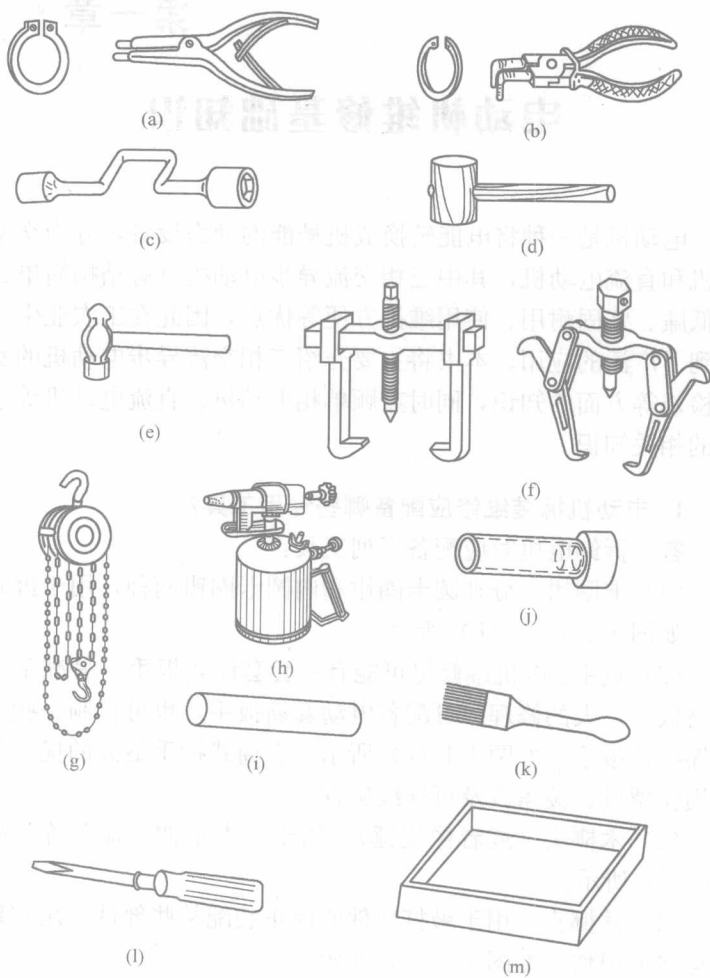

图 1-1 电动机拆装用工具
(1) 卡圈钳。分外圆卡圈钳和内圆卡圈钳两种，用于拆卸卡圈，如图 1-1 (a)、(b) 所示。
(2) 扳手。电机维修尽可能有一套套筒式扳手，另准备一些活络扳手。大的修理厂可配备电动套筒扳手，也可自制一些专用的摇把式扳手，如图 1-1 (c) 所示。套筒式扳手最大的优点是易于损伤螺母、棱角以及可连续旋拧。
(3) 木榔头（或者橡皮锤）。用于敲击轴伸、端盖等，如图 1-1 (d) 所示。
(4) 铁榔头。用于敲打部件或修正装配某些部件，用它敲打不会造成损伤，如图 1-1 (e) 所示。
(5) 拉具。俗称拔子或拉马，用于拆卸联轴器、皮带轮和轴承等，有两爪和三爪两大类，如图 1-1 (f) 所示。
(6) 吊具。大型修理厂可采用天车，小型修理厂则可采用电动葫芦、手动葫芦等，主要用于拆卸几十公斤以上的部件。手动葫芦如图 1-1 (g) 所示。
(7) 毛刷。主要用于定子绕组拆除后清槽使用。
(8) 其他备用工具。有些工具,如钢锯(手锯)、电钻、冲子、撬杆、机油、煤油或汽油喷灯[图 1-1 (h)]等,在电动机的拆装中经常用到。